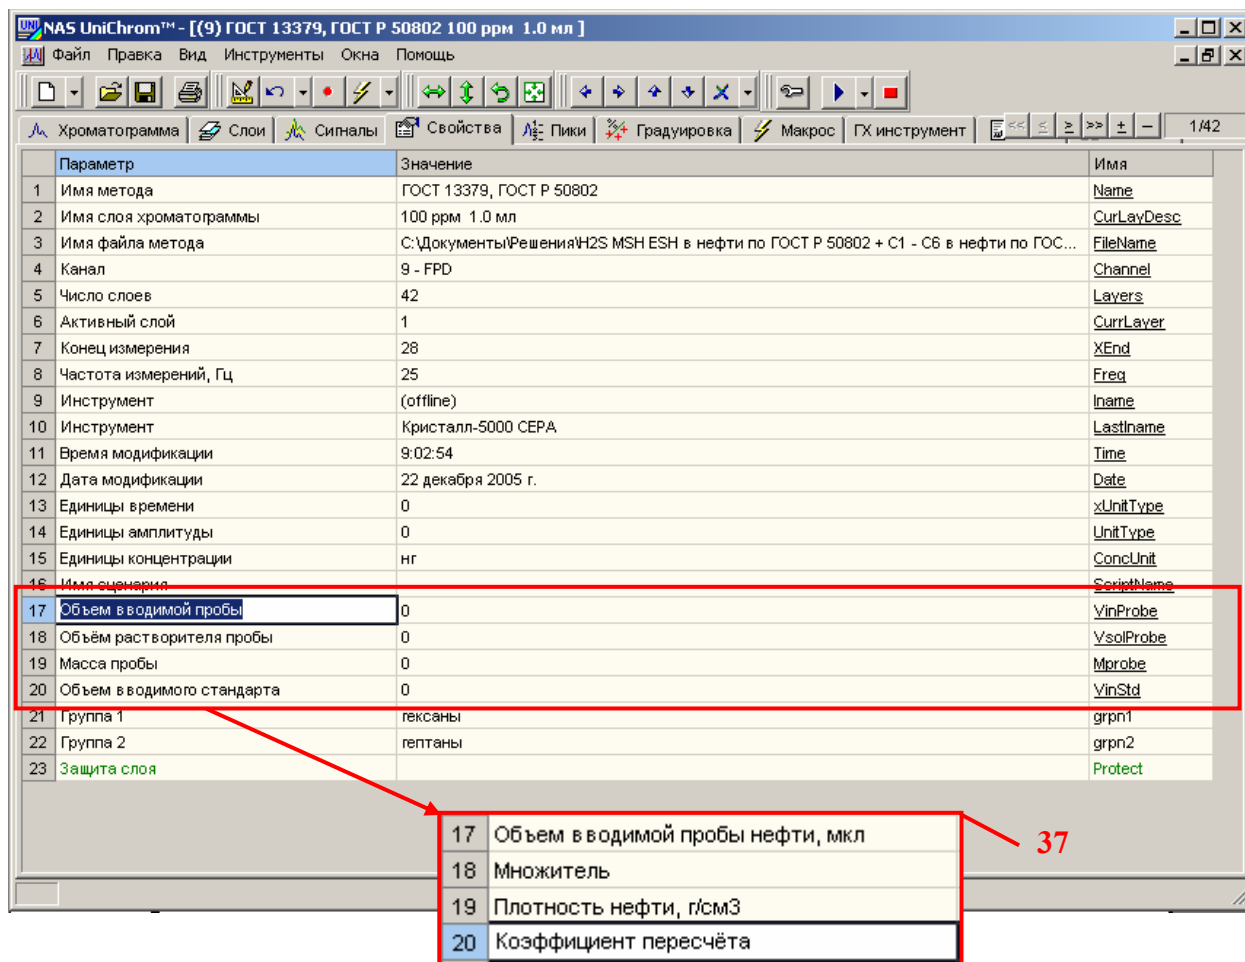

Рис. 60. Настройка свойств слоя для выполнения расчёта концентрации ССС на ПФД
- В таблице свойств найдите строку, соответствующую параметру «**Объём вводимой пробы**» (см. Рис. 60);